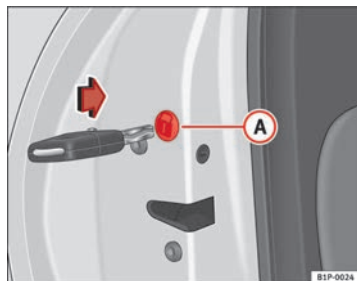

Abb. 60 Notverriegelung der Türen
Öffnen Sie die Tür und nehmen Sie den Deckel (A) ⇒ Abb. 60 mit dem Schloss-Symbol ab. Danach sehen Sie ein rundes drehbares Teil mit einem Schlitz in seiner Mitte. Stecken Sie den Fahrzeugschlüssel in den Schlitz und drehen Sie das Teil bei den rechten Türen gegen den Uhrzeigersinn und bei den linken Türen im Uhrzeigersinn.